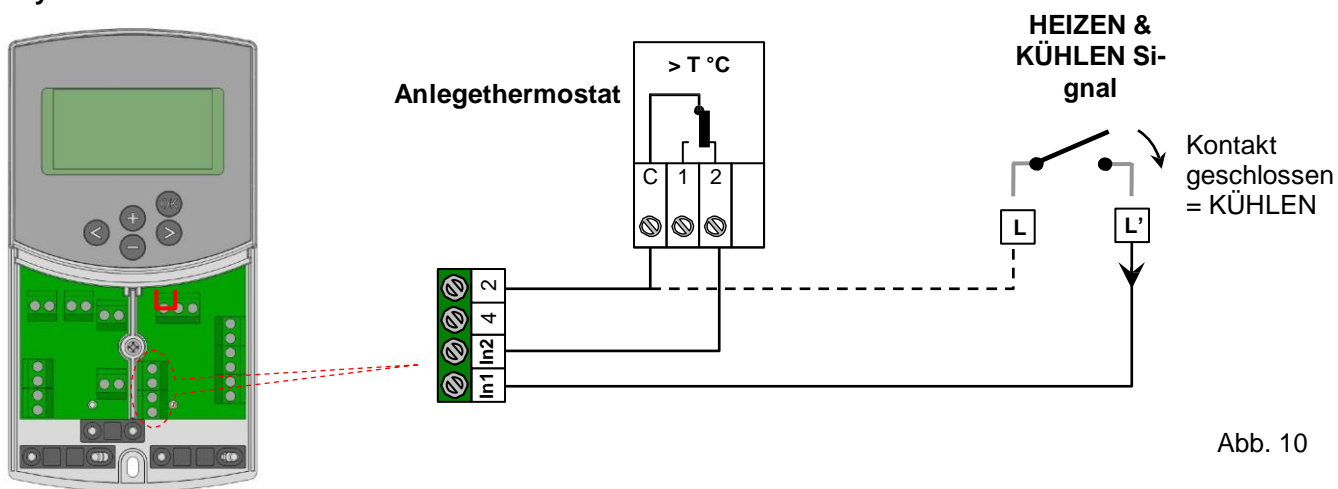

Abb. 10
Der Eingang In1 kann mit einem externen Umschaltsignal Heizen/Kühlen belegt werden. Dieses Signal kann beispielsweise von einer reversiblen Wärmepumpe bereitgestellt werden. (→ **Abb. 10**)
2) Dieser Eingang kann aber auch für eine Warmwasser Vorrangschaltung verwendet werden. In diesem Fall wird die Heizkreis Pumpe abgeschaltet, um den Speicherinhalt für die Warmwasserbereitung verfügbar zu halten. (→ **Abb. 10**)
Der Eingang In2 kann mit einem externen Umschaltsignal Heizen/Kühlen belegt werden. Dieses Signal kann beispielsweise von einer reversiblen Wärmepumpe bereitgestellt werden. (→ **Abb. 10**)
Der Eingang In2 kann mit einem Tauchthermostat belegt werden, welcher direkt in einen Speicher gesteckt werden sollte. Im Heizmodus schaltet der Thermostat die Pumpe1 ab, sofern der Speicher kein warmes Wasser enthält. Dadurch wird die Umwälzung von kaltem Wasser in die Heizkreise vermieden. (→ **Abb. 10**)